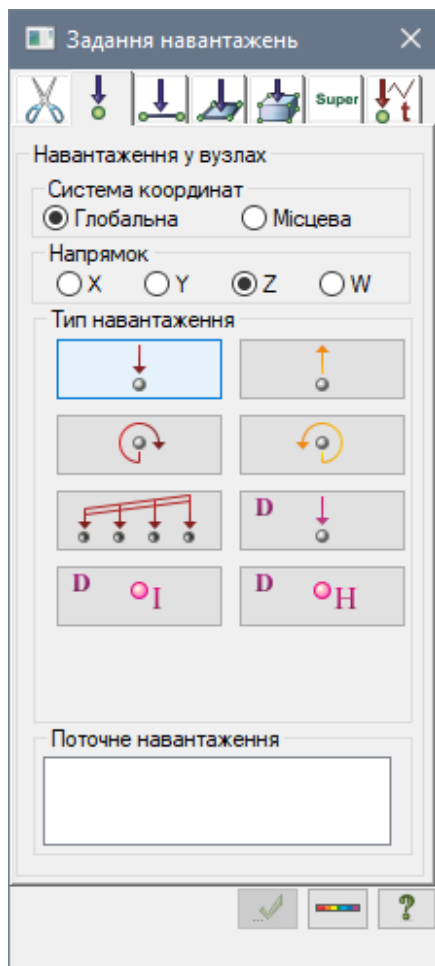

Рис. 8.16. Діалогове вікно **Задання навантажень**
- Відкрийте діалогове вікно **Задання навантажень** (рис. 8.16) натиснувши на кнопку  – **Навантаження на вузли** в розкритому списку **Навантаження на вузли та елементи** (панель **Навантаження** на вкладці **Створення та редагування**).